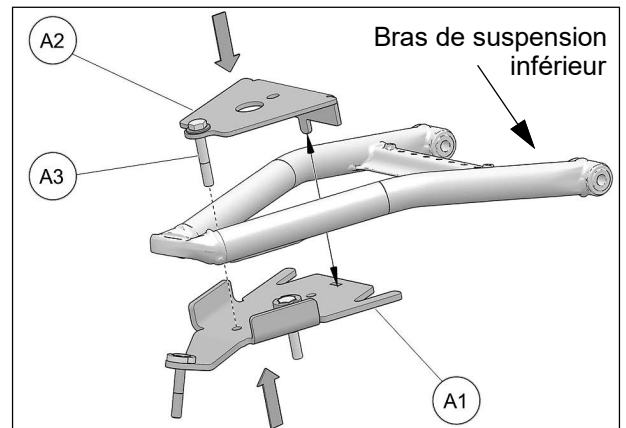

Fig. 22
11. Déposer la plaque supérieure (A2) sur le bras de suspension inférieur et soulever la partie inférieure de l'ancrage antirotation (A1) afin d'insérer le boulon (A3) et le tenon de la partie supérieure dans les trous correspondants de la partie inférieure. Fig. 22